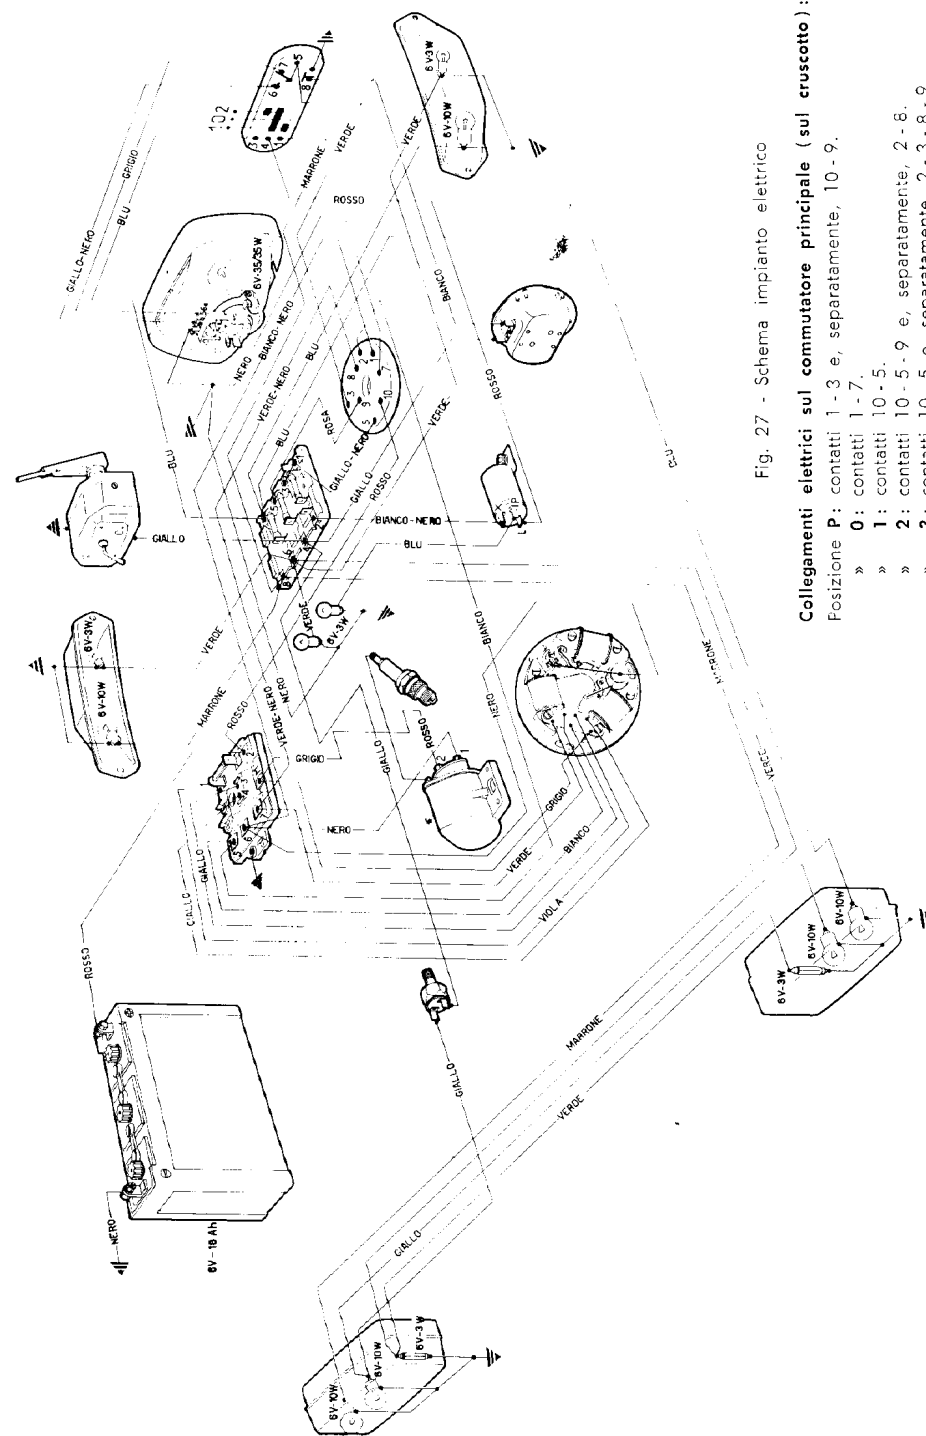
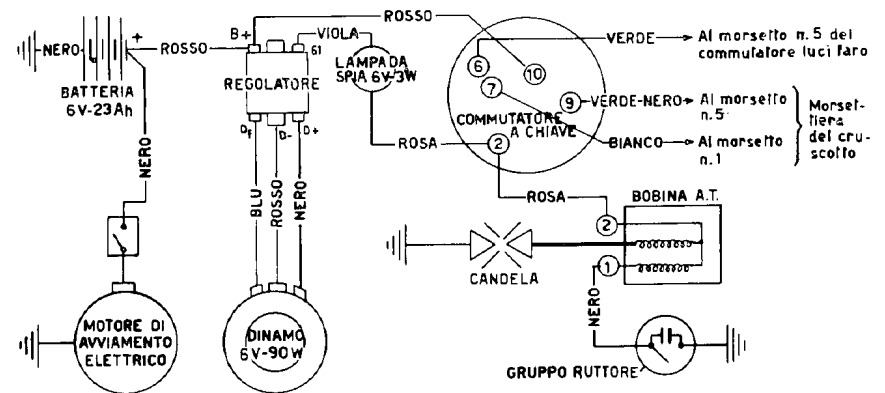

Fig. 27 - Schema impianto elettrico
Fig. 29 - Variante ai collegamenti elettrici per i veicoli con avviamento elettrico
**Avvertenza:** **Se si brucia il fusibile posto sulla basetta del gruppo raddrizzatori (ved. fig. 27) la batteria non viene più caricata.**
L'energia elettrica per i dispositivi dell'impianto d'illuminazione e segnalazione è fornita in c.a. e in c.c. come segue: (fig. 27).
**N. B.** - I collegamenti dei gruppi dinamo - regolatore - batteria - motore di avviamento - commutatore principale a chiave - gruppo bobina di accensione e ruttore (gruppi che sostituiscono i corrispondenti dell'impianto normale: volano magnete - diodi raddrizzatori - batteria - bobina di accensione e commutatore principale a chiave) sono riportati nella seguente fig. 29. Nell'impianto con avviamento elettrico rimangono invariati, rispetto all'impianto normale fig. 27, gli altri cavetti e collegamenti ed in particolare quelli agli apparecchi utilizzatori.